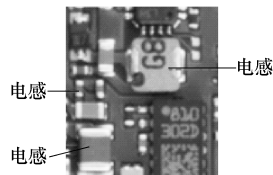

图 3-6 贴片电感
1) 有的贴片电感的外形和数字标识与贴片电阻是一样的，只是贴片电感没有数字，取而代之的是一个圈，如图 3-6 所示。